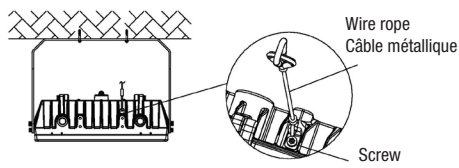

Figure 37
2. Fix the wire rope to the wire rope fixing position in the fixture. Tighten the wire rope. (Figure 37).
2. Fixez le câble à la position de fixation du câble dans le projecteur. Serrez le câble. (Figure 37).